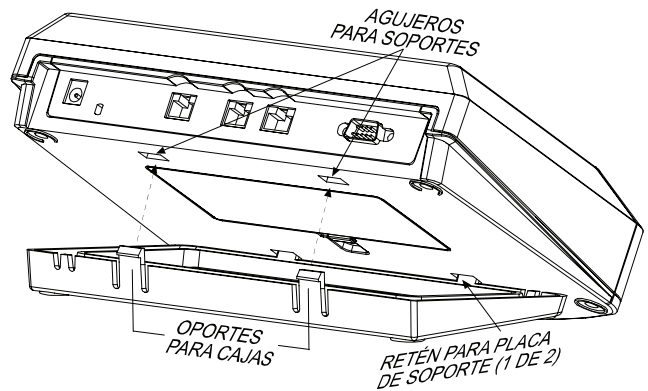

Figura 6 – Montaje sobre Mesa
La Unidad de Base puede ser colocada sobre una mesa (Figura 6), o montada sobre la pared (Figura 7). En ambos casos, la Unidad de Base debe estar cerca de un enchufe eléctrico y de un enchufe de línea de teléfono.
1. Inserte los soportes para la caja dentro de los agujeros correspondientes en la posición descrita en la Figura 6.